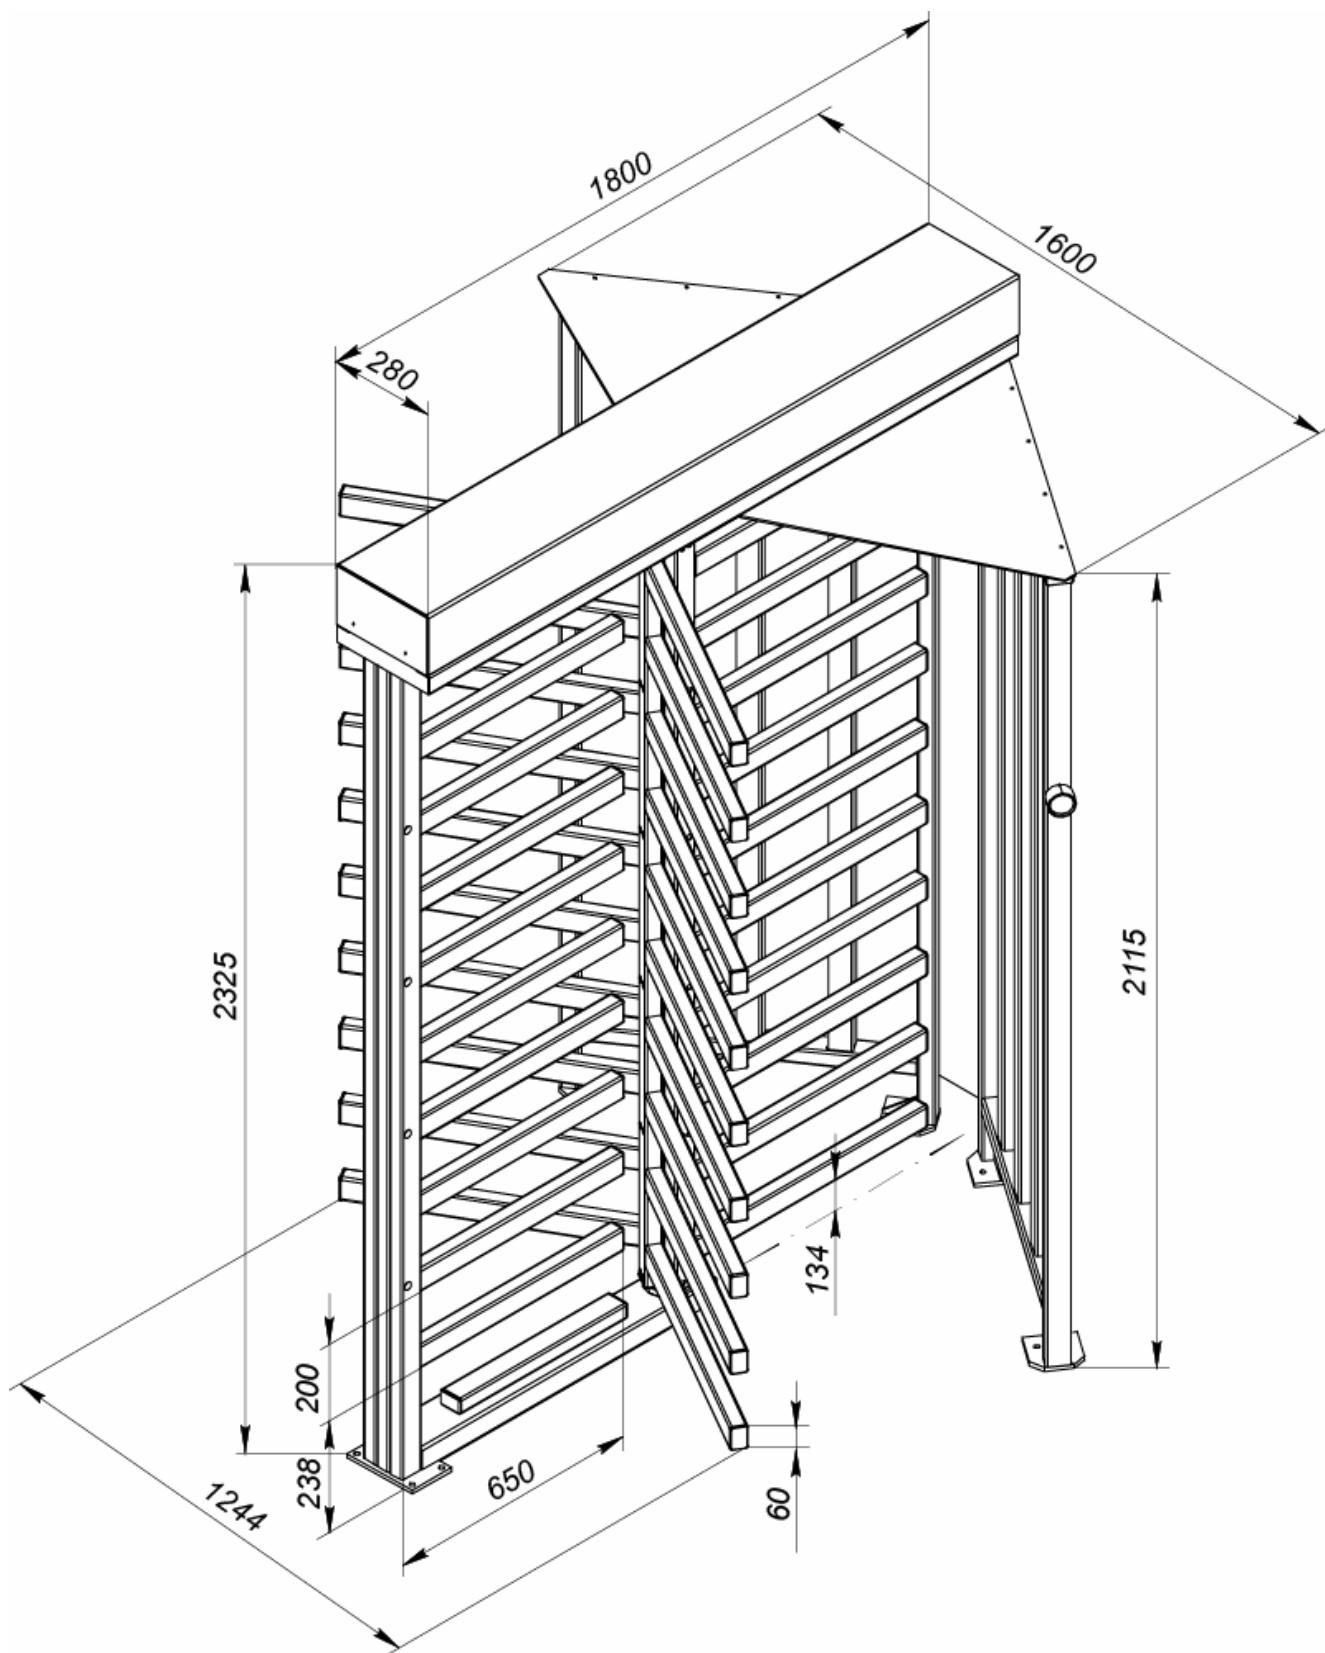
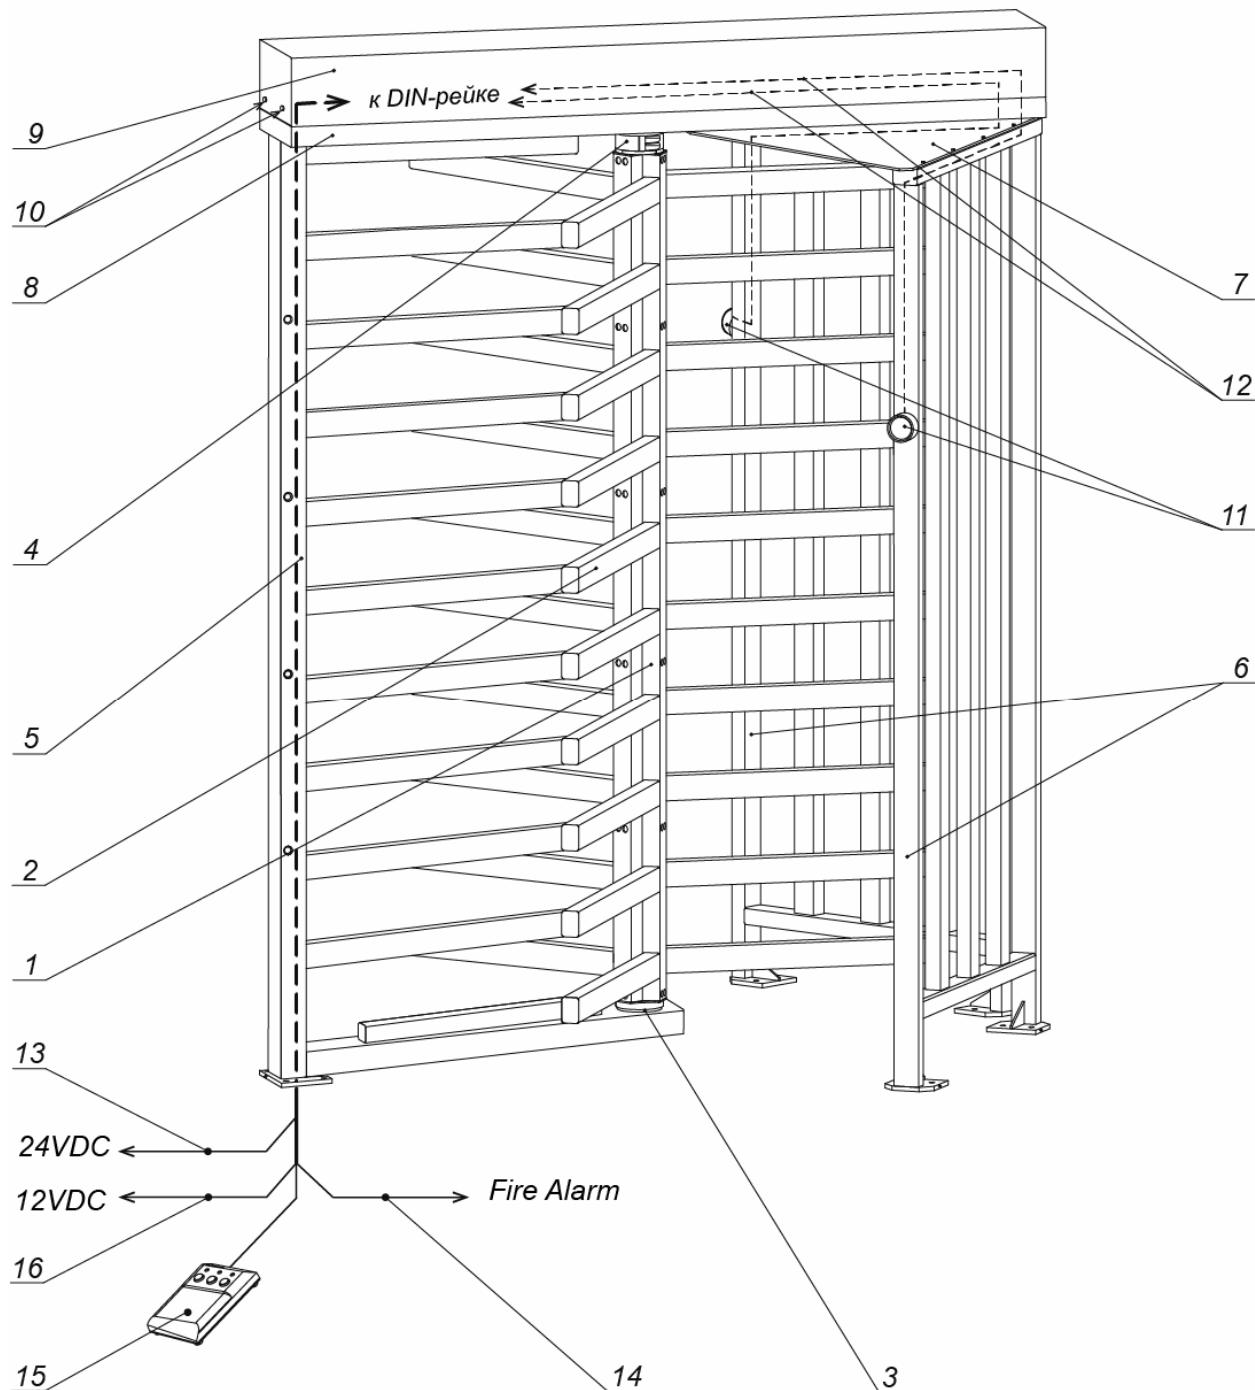
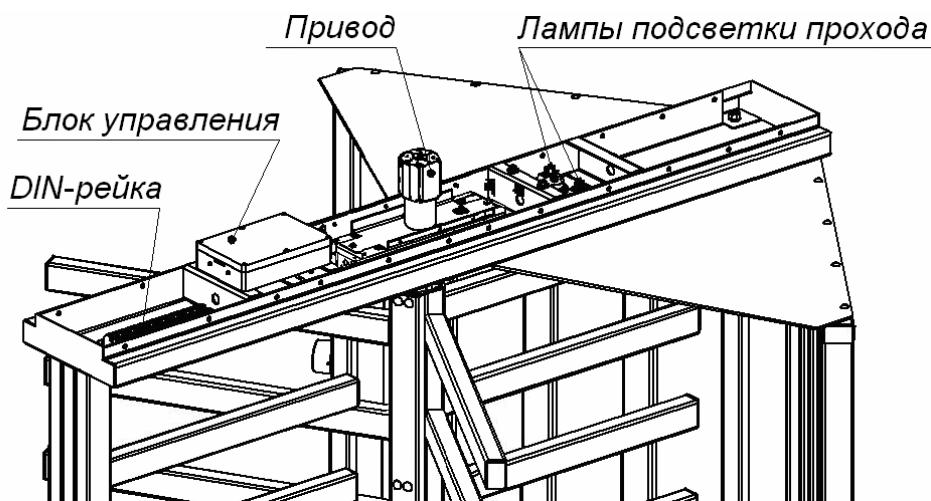

Рисунок 1. Габаритные размеры турникета
Рисунок 2. Устройство турникета
Рисунок 3. Вид балки привода (8) без крышки (9) турникета PERCo-RTD-15.1
Устройство турникета показано на рис. 2. Номера позиций в руководстве даны в соответствии с рис. 2. Габаритные размеры турникета показаны на рис. 1.
Блок управления выполнен в виде отдельного устройства в закрытом корпусе и осуществляет управление турникетом в соответствии с поступающими управляющими сигналами. Для удобства подключений все соединения блока управления выведены на DIN-рейку, расположенную внутри балки привода (см. рис. 3 и 4). Подводка всех кабелей к DIN-рейке осуществляется через нижнее отверстие в стойке с препрятствующими планками (5) со стороны фланца, далее вверх по стойке в балку привода (см. рис. 2, 3 и 4).